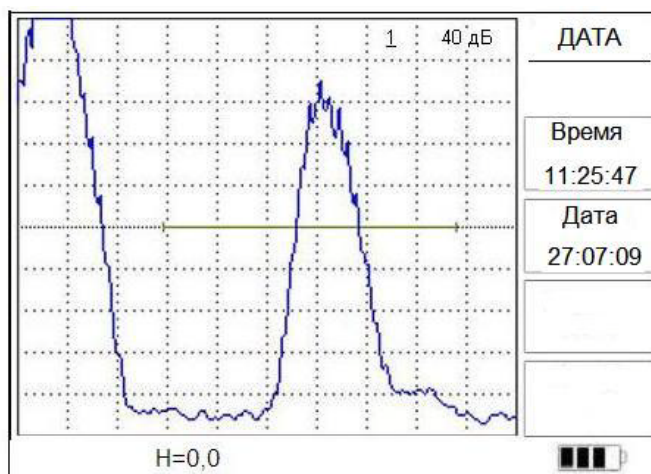

Рис.5.15.
5.4.10. Меню «**ДАТА**» содержит параметры «**Время**» и «**Дата**» (рис.5.15).